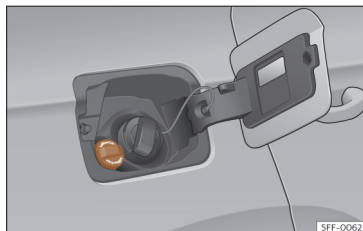

Fig. 194 Tampão do bocal de enchimento do reservatório do AdBlue®.
- Abrir a tampa do depósito >>> **Fig. 194.**
- Gire o tampão de fecho do bocal de enchimento de SCR para a esquerda >>> **Fig. 194.**